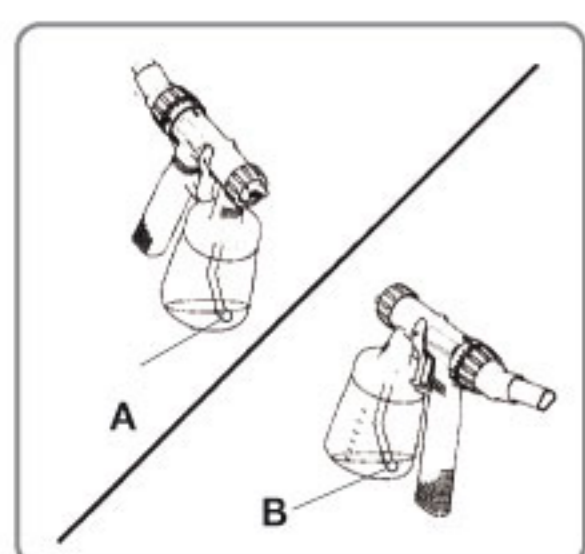

Fig. 5
5. Alínee el tubo de succión (Fig 5).